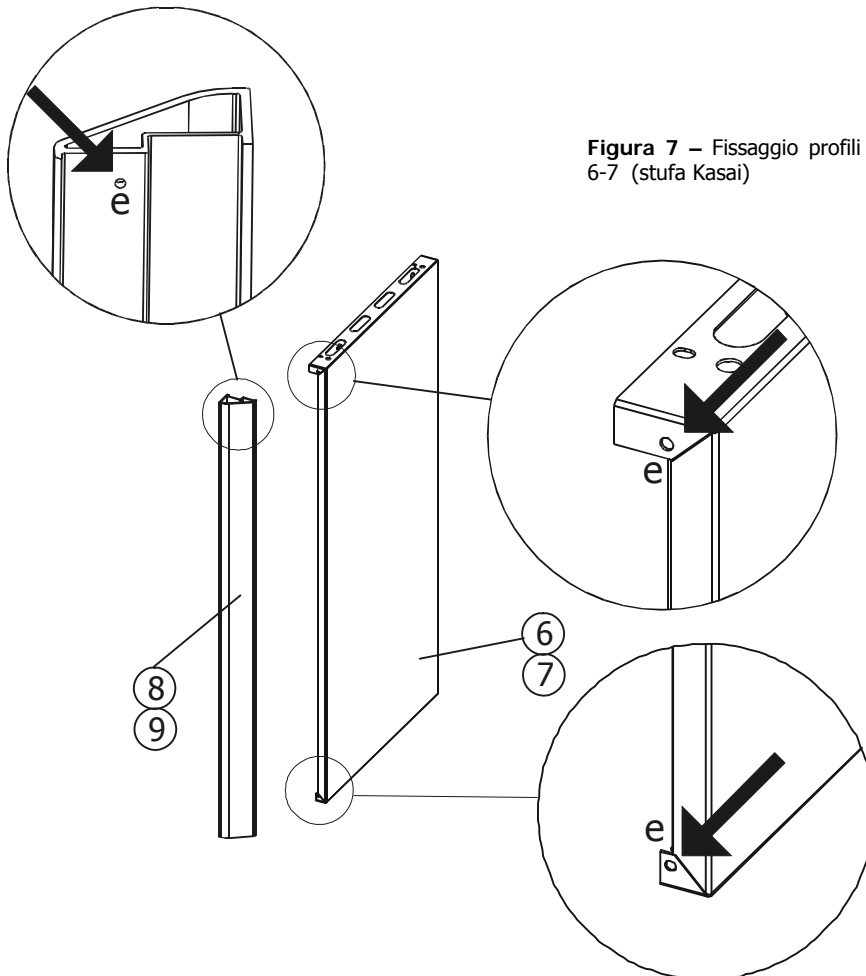

Figura 7 – Fissaggio profili 8-9 al fianco 6-7 (stufa Kasai)
- Prendere i profili ("8 e 9") e fissarli ai fianchi ("6 e 7") tramite due viti autofilettanti nella posizione "e" (una sopra e una sotto) figura 7.